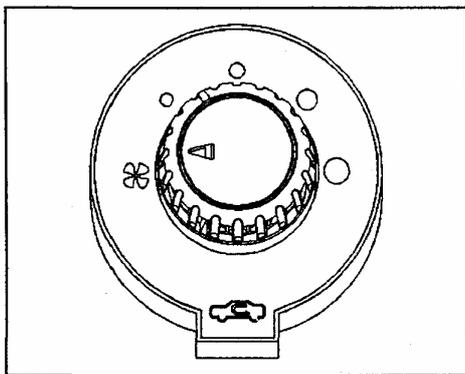

Рис. 796
- 1 ) Снимите кнопку с панели приборов и панель приборов (Рис. 796).